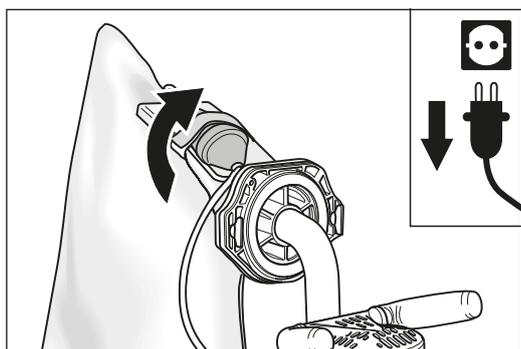

Fig. 13 Retirar el acoplamiento del velcro de la bolsa colector de polvo.
- 3 Retire el acoplamiento del cable de conexión del velcro de la bolsa colector de polvo (Fig. 13).